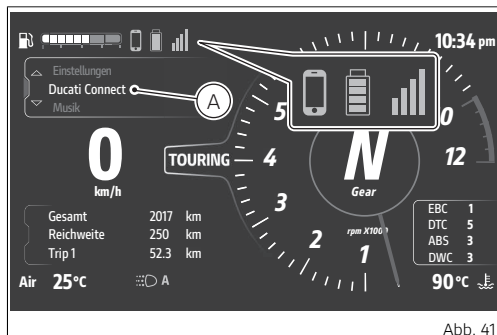

Abb. 41
- am Cockpit über den Joystick ▲ ▼ im „Interactive Menu“ die Angabe „Ducati Connect“ markieren, dann auf ENTER (A, Abb. 41 S.75) drücken.
- am Cockpit über den Joystick im „Interactive Menu“ die Angabe „Ducati Connect“ markieren, dann auf ENTER (A, Abb. 41 S.75) drücken.